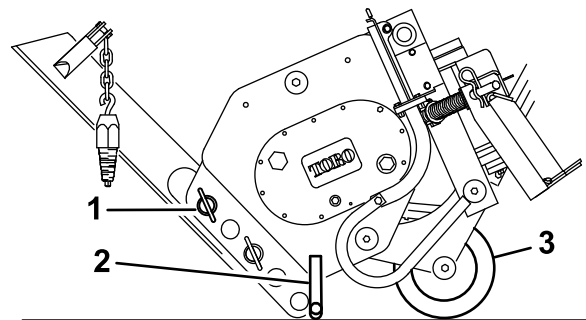

図4
3. ブレードを上げて、図4のようにリンチピンとクレビスピンで固定する。
4. プラウを前方に傾けて床面トレーラの荷台まで下げ、スタンドとコールターでプラウの重量を支える形にする。図4。
3. ブレードを上げて、図 4 のようにリンチピンとクレビスピンで固定する。